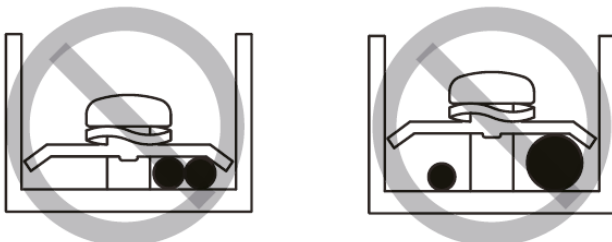

Figure 7.2
- Ne connectez pas deux cordons d'alimentation de diamètres différents à la même borne d'alimentation. Sinon, les fils pourraient surchauffer en raison d'un câblage desserré (voir Figure 7.2).